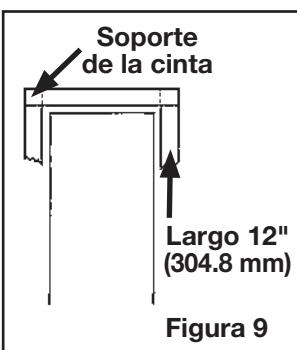
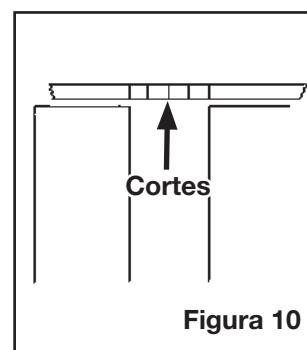

Figura 9
Figura 10
5. Para prevenir largas secciones de levantamiento de cinta en donde el tráfico cruza las líneas de la cinta, haga rectángulos (**Figura 9**) o corte el ancho de 100 a 150 mm (4 a 6 pulgadas) (**Figura 10**).
**Nota:** Si se daña la cinta, la técnica de corte permite la fácil remoción y reparación de las secciones dañadas (**Figura 10**).